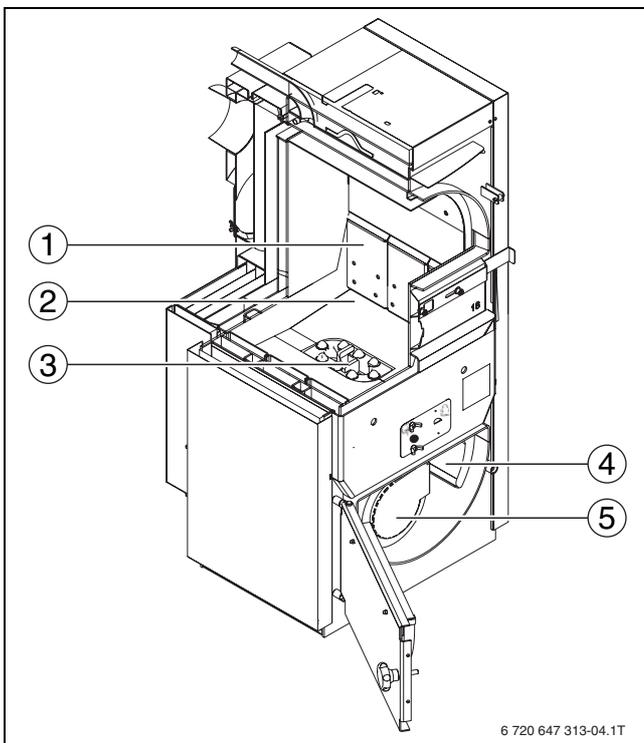

Fig. 34 Vano di carico con deflettore in ghisa
- ▶ Posizionare sul pavimento del vano di carico (→ fig. 34, [2]) sei pagine doppie di carta di giornale spiegazzata.